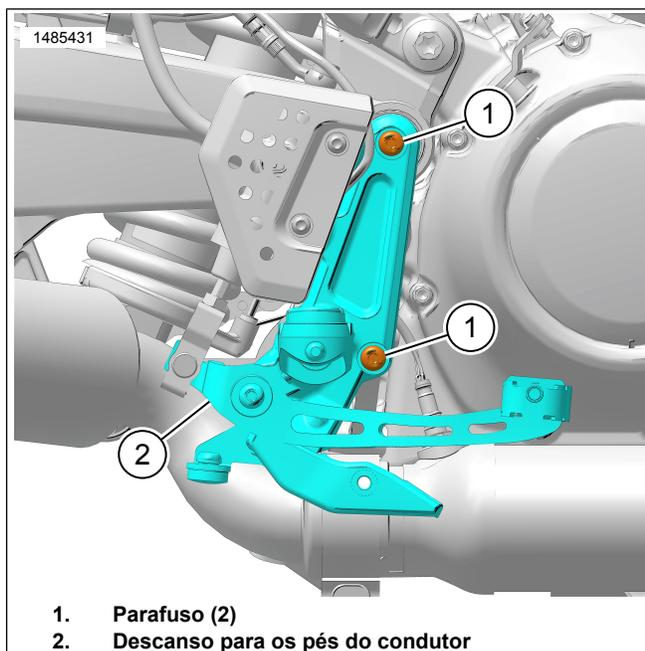

Figura 2. Descanso para os pés do condutor
2. Figura 2 Remover os parafusos (1).
- a. Fixar à parte a unidade do descanso para os pés do condutor (2).
1. Figura 2 Instalar o descanso para os pés do condutor (2).
2. Limpe as roscas dos parafusos (1) e os orifícios do quadro.
3. Aplique trava-roscas nos parafusos (1).